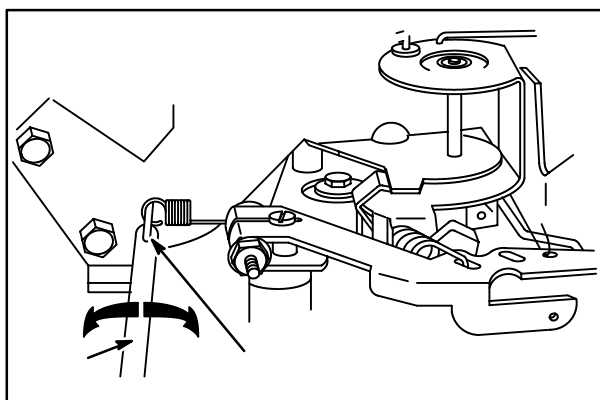

Fig. 43
6. Use a chave do acoplador (1) para flexionar o acoplador sem carga regulado (6) a fim de obter a RPM mostrada, Fig. 43: